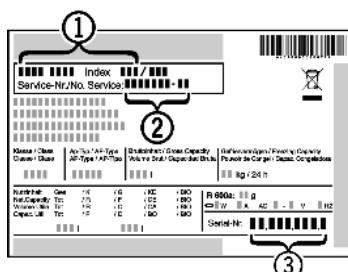

Fig. 61
► Считать обозначение устройства Fig. 61 (1), сервисный номер Fig. 61 (2) и серийный номер Fig. 61 (3) с заводской таблички. Заводская табличка находится внутри устройства слева.